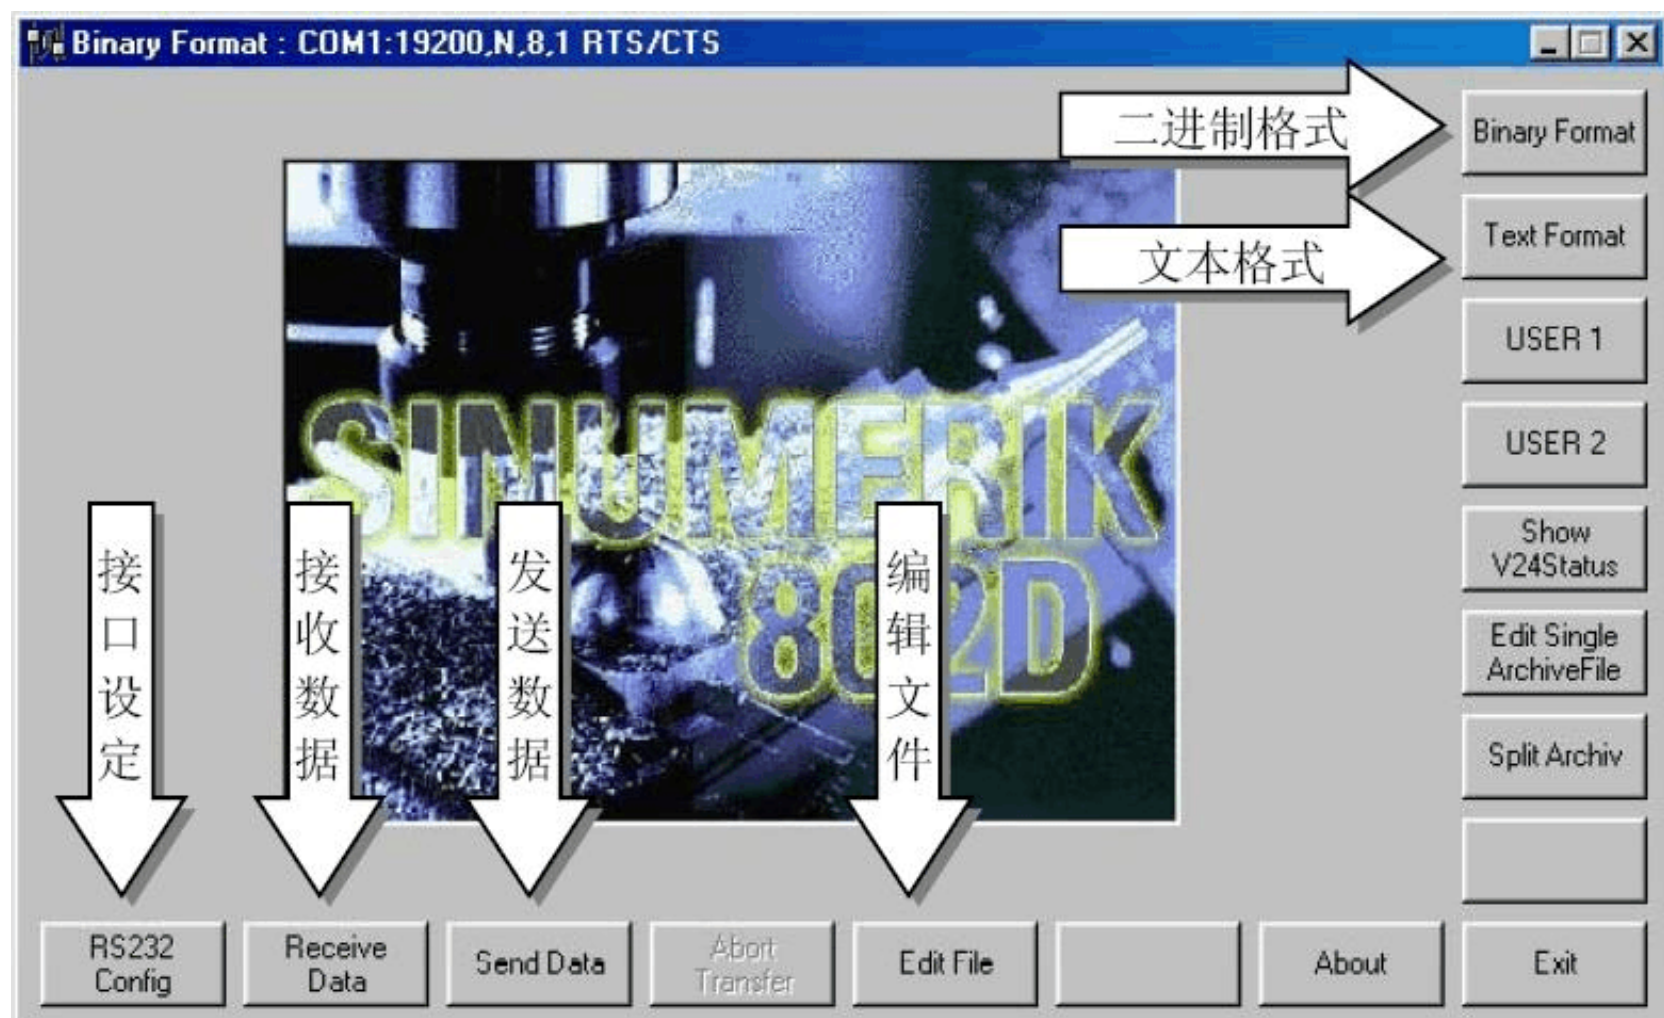

图 7-29
1) 软件界面如图 7-29:
在数据传输前，也要先设置串口参数，单击图 7-29 中接口设定[RS 232 Config]按钮，进入图 7-30 串口设置界面，根据传输要求对图 7-30 中各参数配置，选定串口号和波特率，另外文挡目录提供给软件一个默认搜索路径。数据位和停止位因为软件是针对 SIEMENS 的，所以通常默认的 8、1 和机床上的是一致的，一般不用修改，其余各项通常也按默认设置。设置结束后单击存储并激活按钮 [Save&Activate]，使设置内容生效。